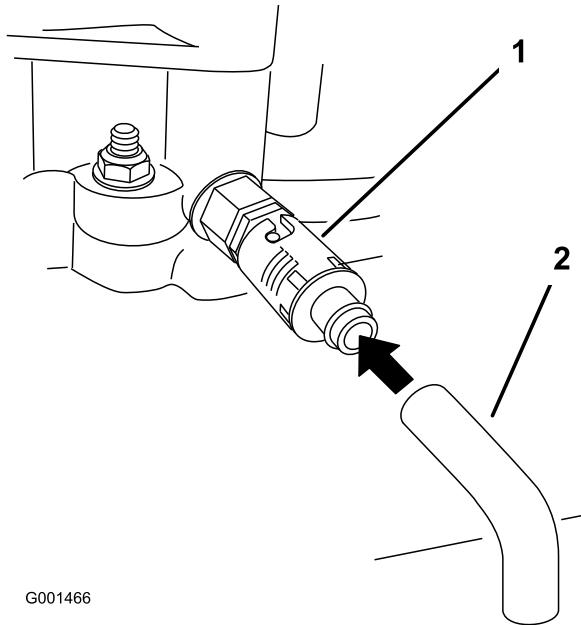

Figura 35
6. Collocate una bacinella sotto il tubo di spурго. Girate la valvola di spурго dell'olio per lasciare defluire l'olio (Figura 35).
8. Togliete il tappo di spурго (Figura 35).